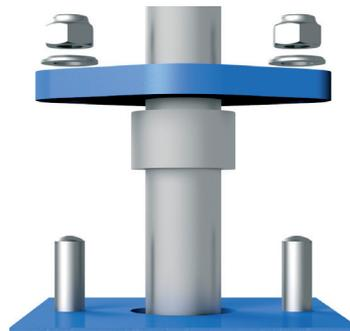

Fig. 9
4. Extraer el casquillo prensaestopas (15) de su ubicación desplazándolo sobre el eje, de tal manera que quede libre el acceso a las tiras de empaquetadura (14) (fig. 9).